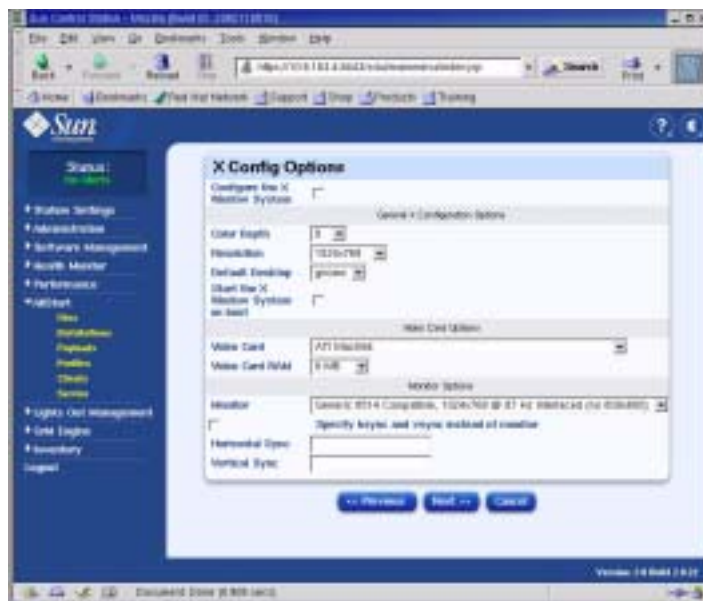

РИСУНОК 2-15 Окно опций конфигурирования X Config Options (Учетные записи AllStart).
f. В окне параметров настройки X Config Options выберите требуемый параметр (см. пример на РИСУНОК 2-15). После окончания нажмите кнопку Next.